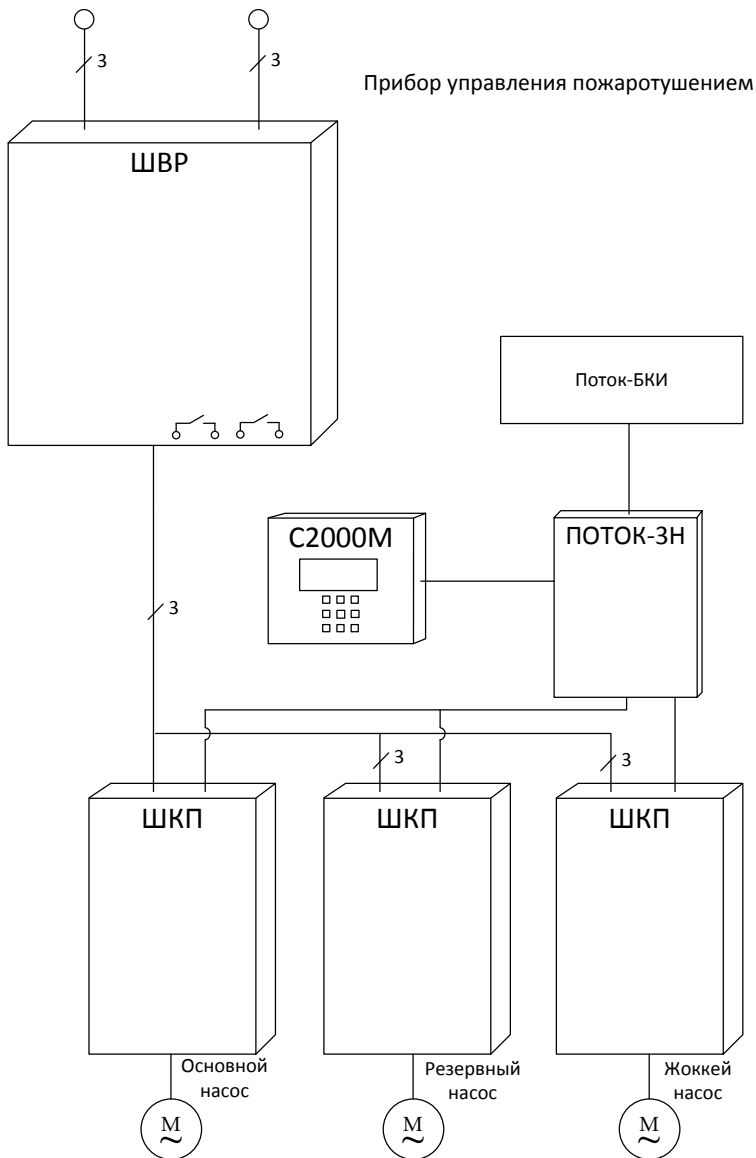

Рисунок 1. Схема питания ШКП в составе ППУ.
1.2.1 Питание шкафа и ППУ осуществляется от источника трёхфазной (однофазной в случае подключения однофазной нагрузки) сети переменного тока 380 (220) В. через шкаф ввода резерва «ШВР-30» (см. рис. 1), который имеет два ввода. «ШВР-30» обеспечивает автоматическое переключение с основного ввода на резервный при пропадании на основном вводе, и обратно.